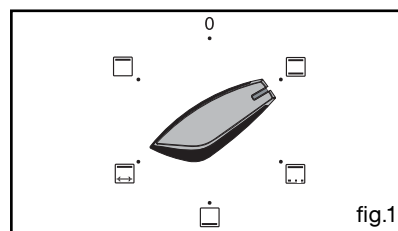

fig.1
**NL 3 / BESCHRIJVING VAN HET APPARAAT****• BESCHRIJVING VAN DE OVEN-TOEBEHOREN****• Rooster met kantelbeveiliging (fig.1)**
Bijvoorbeeld: stand "☐" (fig. 1).
Bijvoorbeeld: referentie temperatuur 210° (fig.1).